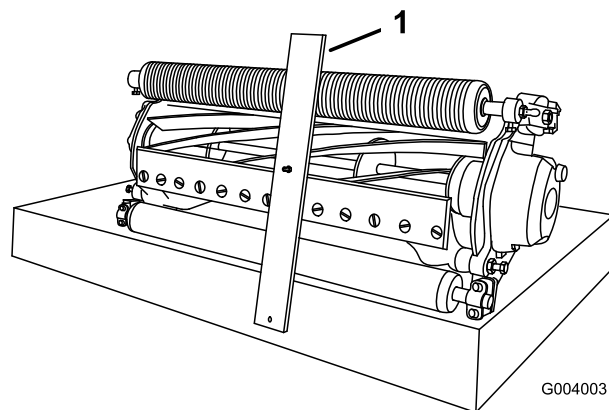

Figura 17
3. Agganciate la testa della vite sul tagliente della controlama e appoggiate l'estremità posteriore della barra sulla parte posteriore del rullo (Figura 17).